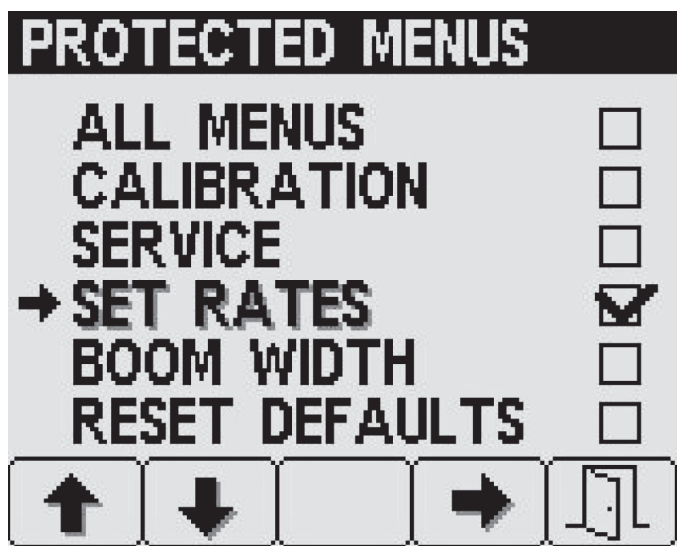

Figura 13
3. Prima o botão 4 para selecionar ou não selecionar cada item de menu protegido (Figura 13).